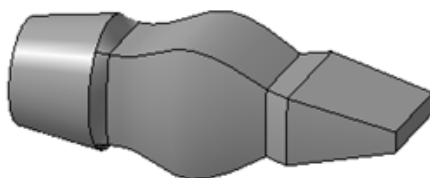

Рис. 11.15. Операция по сечениям эскиза 4,5
14. Выберите команду **Операция по сечениям** . Укажите последовательно эскизы 4, 8. Завершите команду. Вызовите еще раз эту команду и выберите эскизы 6, 3. Завершите команду (рис. 11.15).